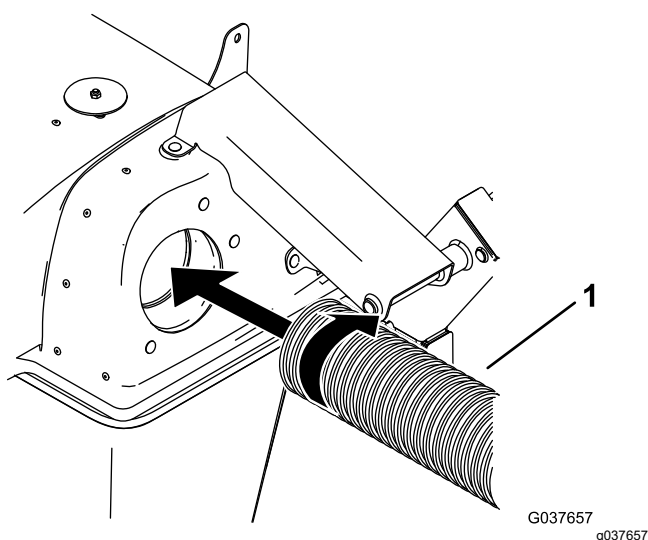

Figura 19
1. Enrosque uma extremidade da tubagem às roscas 2 e 3 do capot (Figura 19).